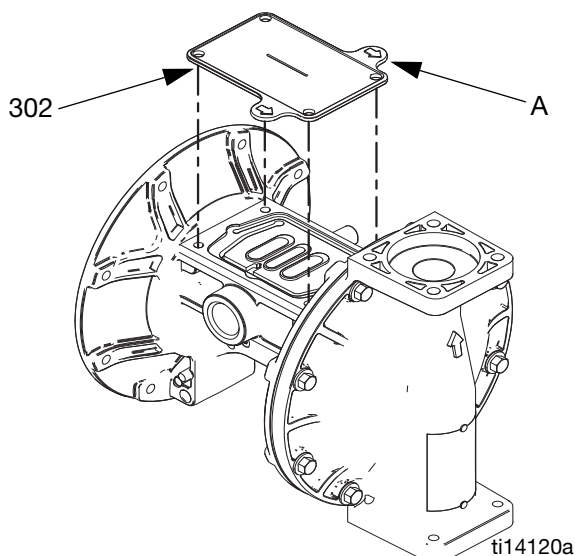

ABB. 9. Werkzeug für die Materialabdeckung
- c. Wellen-U-Dichtungen (106) sowie Länge und Enden der Membranwelle (104) einfetten. Die Welle in das Gehäuse schieben.
- f. Die erste Materialabdeckung (3) wieder anbringen. Siehe **Drehmomentanweisungen**, Seite 19.
- a. Siehe ABB. 9. Mitgeliefertes Werkzeug (302) dort anbringen, wo normalerweise die Luftventildichtung (108) sitzt. Die Pfeile A müssen in Richtung der bereits montierten Materialabdeckung zeigen.